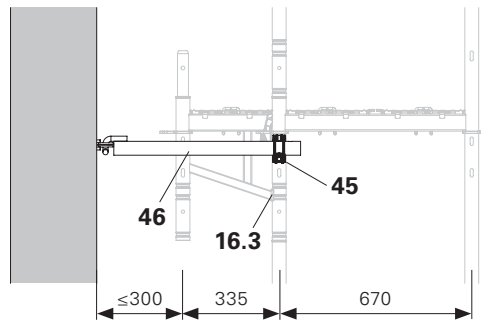

Bild E1.03
Sätt fast väggförankring UWT (46) med väggförankringskoppling EWC (45) eller standardkoppling till Easy-ramens EVF (16.3) innerrör. Använd över långhål. (Bild E1.03 + E1.04)